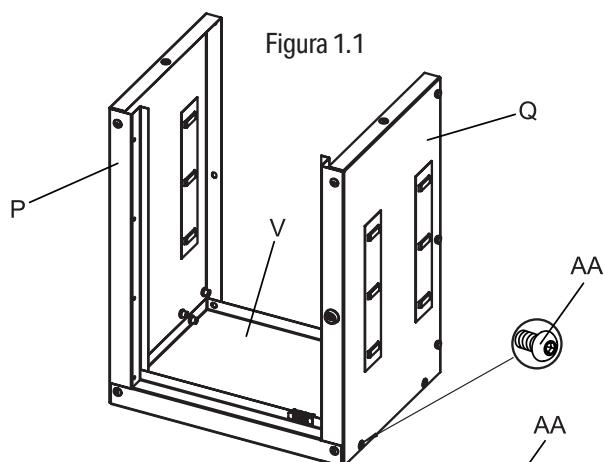

Figura 1.1
- Para el armario del lado izquierdo, fije los paneles laterales (P y Q) al panel inferior (V) con los pernos M6 x 16 mm (AA) y apriete con la llave hexagonal suministrada. No apriete en exceso. Ver Figura 1.1.